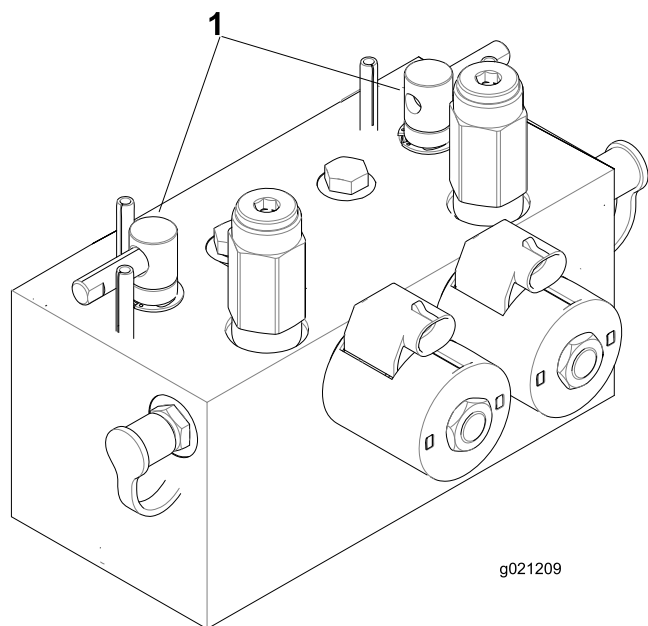

Figure 74
2. Déverrouillez le capot et soulevez-le pour exposer les leviers de rodage (Figure 74).
5. Sélectionnez les leviers de rodage avant, arrière ou les deux pour déterminer les plateaux qui doivent être rodés (Figure 74).